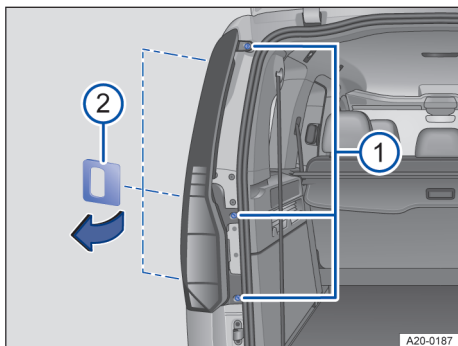

Fig. 173 Lateral, în stânga spate la autovehicul: scoaterea blocului optic.
4. Desfaceți trei șuruburi cu o șurubelniță → fig. 173 ①. Eventual introduceți o cheie potrivită.
5. Scoateți corpul lămpii utilizând scula ajutătoare → fig. 173 ② de sus în jos, din suport.
5. Introduceți blocul optic spate în deschiderea din caroserie și împingeți-l cu atenție în suport → fig. 173.
6. Strângeți șuruburile de fixare → fig. 173 ①.